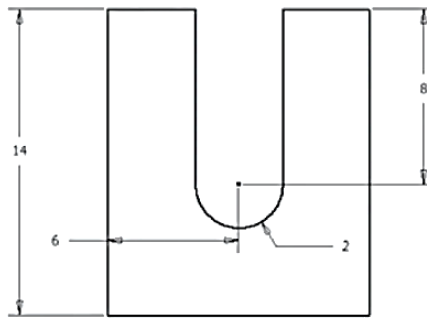

Figura 4.171 Dimensões.
- e) Aplique as seguintes dimensões, como na Figura 4.171. Note que no rodapé está descrito que o perfil está **Fully Constrained**, ou seja, todas as dimensões necessárias foram adicionadas.